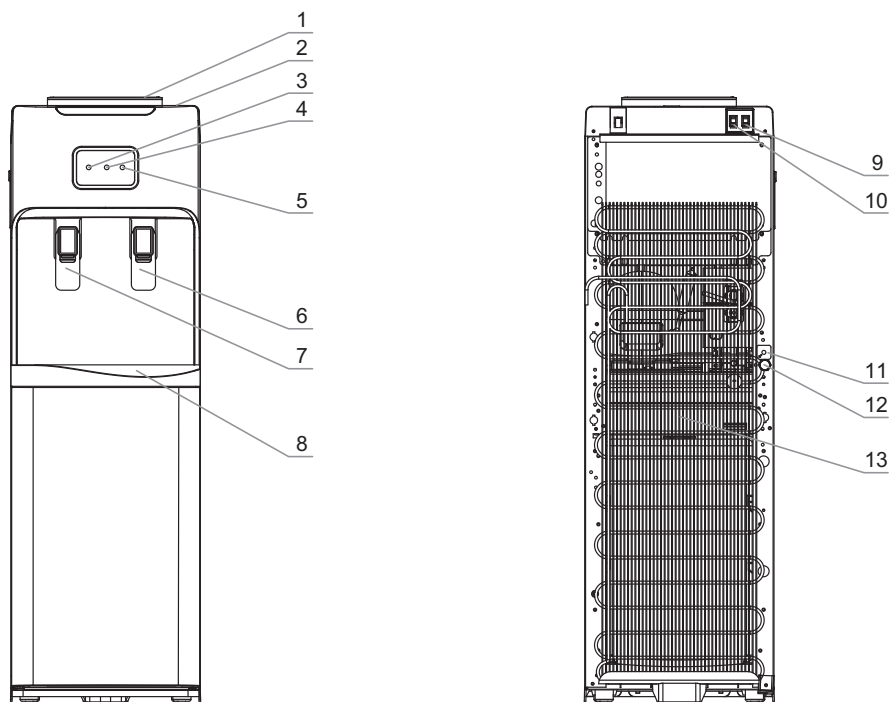

Рис. 1. Схема аппарата V115
Для того чтобы налить горячую воду, нажмите кружкой на кран подачи горячей воды (рис. 1–7). Для того, чтобы налить холодную воду нажмите кружкой на кран подачи холодной воды (рис. 1–6). В силу технических особенностей кранов допустимо подкапывание воды в объеме 5–10 мл, после каждого использования аппарата, капли стекают в лоток каплесборника (рис. 1–8).
## Выключатели нагрева (рис. 1–9) и охлаждения (рис. 1–10)
Индикатор нагрева воды (рис. 1–4) горит, когда аппарат нагревает воду.
Индикатор охлаждения воды (рис. 1–5) горит, когда аппарат охлаждает воду.
Перед первым использованием рекомендуется слить по 500 мл воды через каждый кран. Если кабель электропитания (рис. 1–11) и выключатель нагрева (рис. 1–9) были
Когда Вы убедились, что вода из крана холодной и горячей воды (рис. 1–6, 1–7) идет непрерывной струей, установите выключатели
нагрева и охлаждения (рис. 1–9, 1–10) в положение I.
1. Сразу установите выключатели нагрева и охлаждения (рис. 1–9, 1–10) в положение O.
4. Убедившись, что вода из кранов подачи воды идет непрерывной струей, установите выключатели нагрева и охлаждения (рис. 1–9, 1–10) в положение I.
Отключение и включение нагрева и охлаждения при замене бутyli осуществляется исключительно с помощью выключателей нагрева и охлаждения (рис. 1–9, 1–10), а не кабелем электропитания. После кратковременного отключения аппарата от сети электропитания повторное включение допускается через 2–3 минуты.
3. Снимите съёмные детали с аппарата (рис. 1–1, 1–8) и тщательно промойте их с небольшим количеством моющего раствора, предназначенного для мытья посуды.
4. Остатки воды в системе необходимо слить через сливное отверстие (рис. 1–12), расположенное на задней стенке аппарата, после чего закрыть отверстие.
6. Промойте аппарат чистой водой: необходимо залить в систему около 4 литров чистой воды, затем слить через краники подачи горячей (рис. 1–7) и холодной воды (рис. 1–6) и отверстие для слива (рис. 1–12). При необходимости повторите процедуру.
5. Остатки воды в системе необходимо слить через сливное отверстие (рис. 1–12), расположенное на задней стенке аппарата, после чего закрыть отверстие.